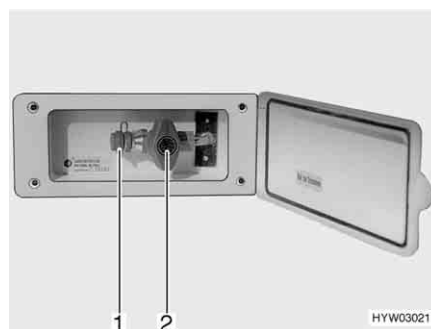

Fig. 98 Toma exterior de gas, válvula de paso de gas cerrada
La toma externa de gas (Fig. 98) está, en función del modelo, en la parte trasera o en el lado izquierdo o derecho del vehículo.
- Conectar el aparato de gas externo en el punto de conexión (Fig. 98,1).
- Abrir la válvula de paso de gas (Fig. 98,2).